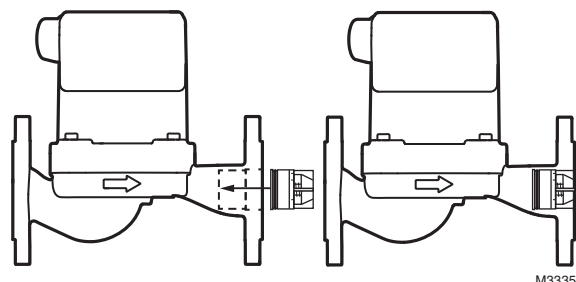

Fig. 6. Installation du clapet de non-retour.
- Tenir le clapet de non-retour de sorte que l'extrémité munie du joint torique entre dans la pompe en premier. Appuyer ensuite le clapet de non-retour dans le compartiment du côté sortie du circulateur. Appuyer fermement jusqu'à ce qu'il s'enclenche (voir la Fig. 6).